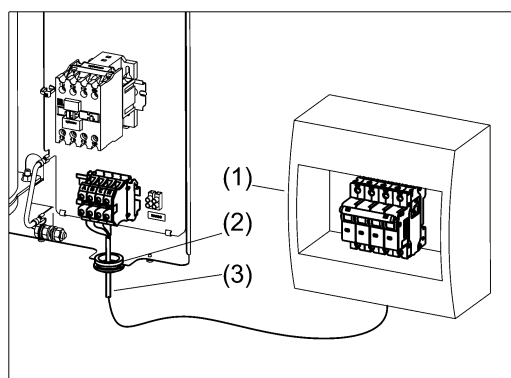

Рисунок 8. Подключение котла к электросети
(1) Выполните монтаж автоматического выключателя QF в непосредственной близости от котла и доступным для визуального осмотра месте (см. рис. 8);